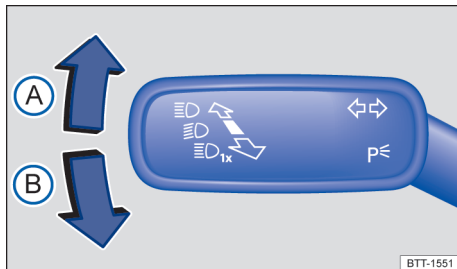

Fig. 87 À esquerda na coluna de direção: alavanca dos indicadores de direção e do farol alto.
- Traga a alavanca dos indicadores de direção e do farol alto da posição central para a seguinte posição → Fig. 87: